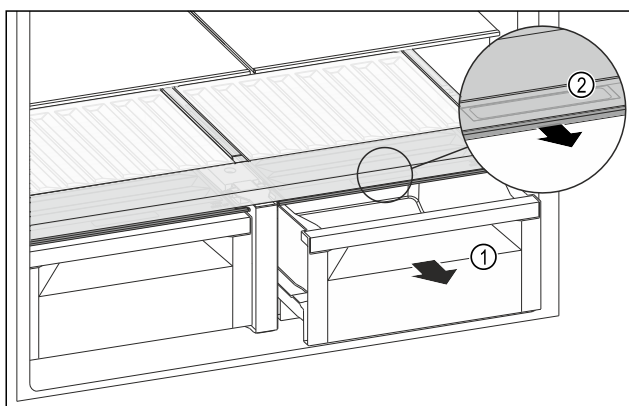

Fig. 127
- Izvucite ladicu Fig. 127 (1).
- Primite ručku Fig. 127 (2) na poklopcu pretinca i istodobno povucite poklopac pretinca prema naprijed.